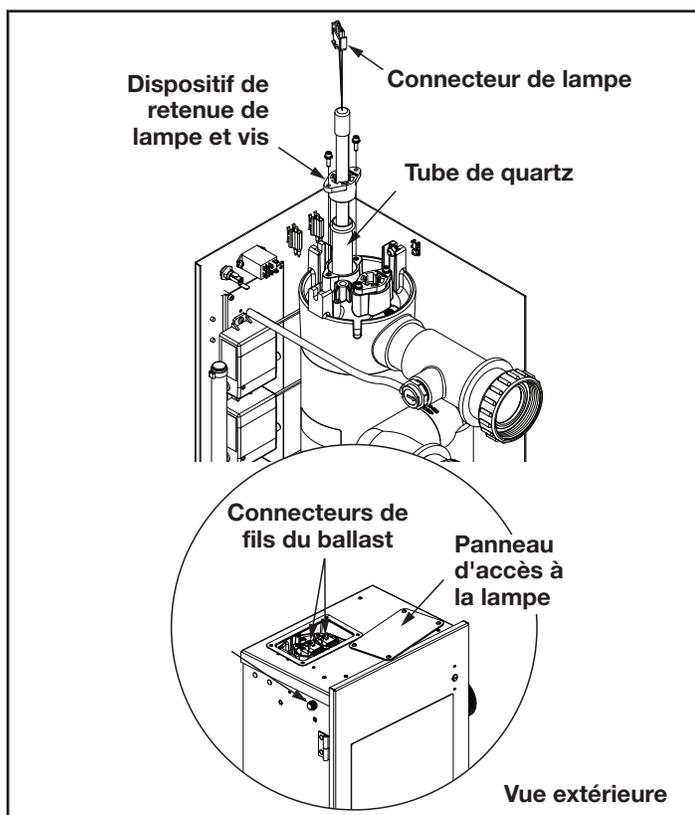

Figure 6. Sous-ensemble de réacteur UV
2. Utiliser un tournevis cruciforme pour retirer les quatre (4) vis qui maintiennent le couvercle d'accès. Voir la Figure 6.
4. Débrancher les connecteurs de la lampe des connecteurs de fils du ballast. Saisir ensuite les fils de la lampe UV et tirer doucement jusqu'à ce que le haut de la lampe UV ait dépassé les languettes de retenue de la lampe. Voir la Figure 6.
2. Localiser le panneau d'accès à la lampe UV sur le dessus du Jandy AOP. Retirer les quatre (4) vis avec un tournevis cruciforme, et retirer le panneau. Voir la Figure 6.
4. Localiser le panneau d'accès à la lampe UV sur le dessus du Jandy AOP. Retirer les quatre (4) vis avec un tournevis cruciforme, et retirer le panneau. Voir la Figure 6 Vue extérieure.
6. Débrancher les connecteurs de la lampe des connecteurs de fils du ballast. Voir la Figure 6.